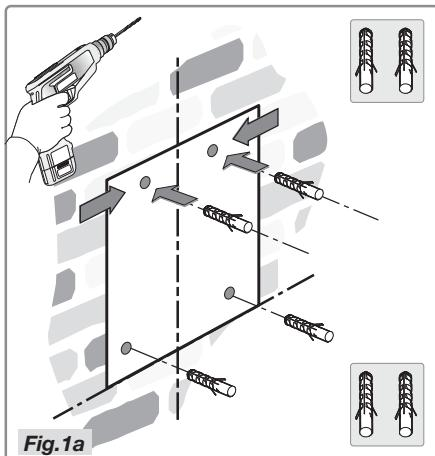

Fig. 1a
- Plaats het sjabloon op de muur en zorg ervoor dat de lijn samenvalt met de lijn die eerder afgetekend is op de muur. Teken de positie van de gaten af en boor ze (Fig.1a).